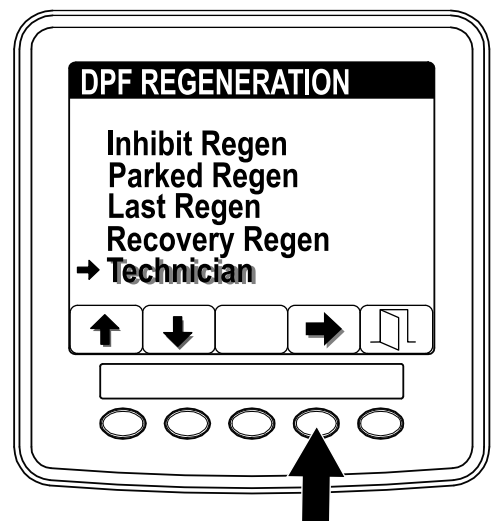

図 38
1. 再生DPF Regenerationメニューから、ボタン 1 と 2 を使ってスクロールして TECHNICIAN整備士用メニューに入る 図 38。
2. ボタン 4 で Technician に入る 図 38。